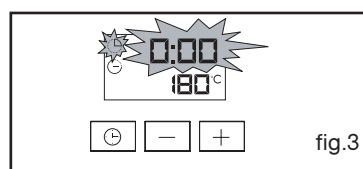

fig.3
- indikatoren for bage- og stegetid angiver 0:00 og begynder at blinke (fig.3),